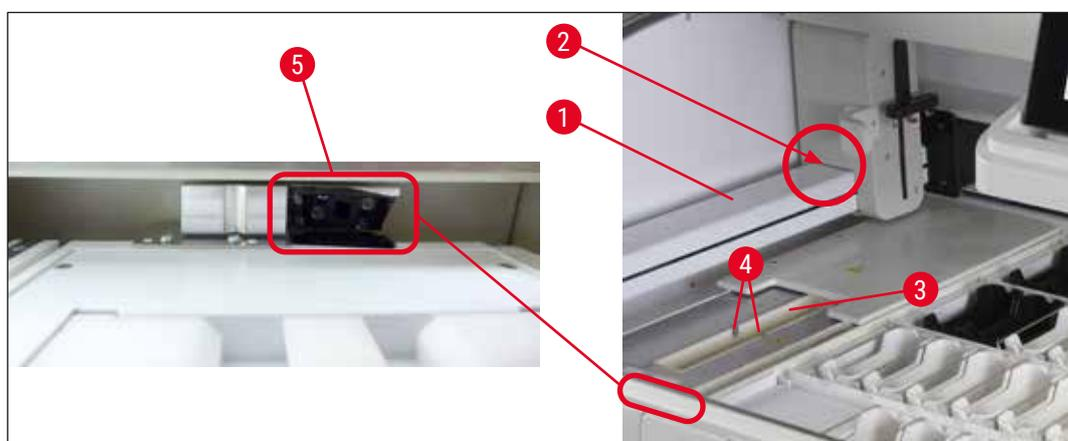

Fig. 95
- Cuando se utiliza el lector de códigos de barras opcional, la abrasión originada en las cestas de portaobjetos puede acumularse en el interior y alrededor del contador de portaobjetos (→ "Fig. 95"). En consecuencia, el usuario debe comprobar cuidadosamente estas zonas durante la preparación diaria del instrumento y, si es necesario, limpiarlas con un aspirador. No se recomienda limpiarlas con un paño, ya que las partículas podrían extenderse a otras zonas críticas del instrumento.